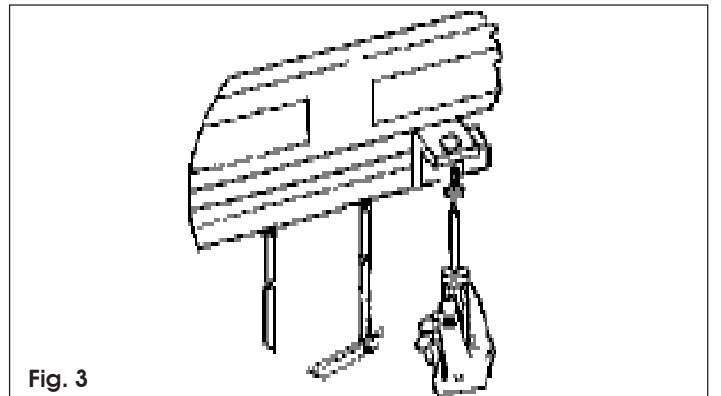

Fig. 3
- 3) Appoggiare il kit siepe, ed avvitare utilizzando le tre viti autofornanti in dotazione Fig 3.
- 3) Place the skirt kit on top and tighten using the three self-forming screws supplied with the kit fig3.
- 3) Poser le kit herse et visser en utilisant les trois vis autofilantes fournies Fig 3.
- 3) Apoye el kit faldilla y entornille utilizando los tres tornillos autoenroscantes en dotación Fig 3.